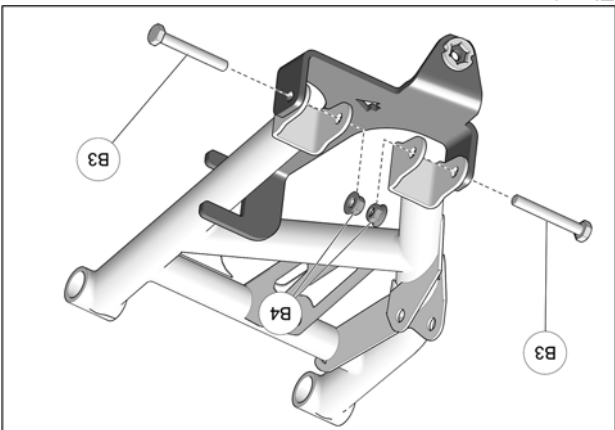

Fig. 6
7. Insérer les nouveaux boulons M10x75mm (B3) à travers l'ancrage, le bras de suspension et le moyeu de roue. Fixer les boulons avec les écrous M10 (B4) fournis. Serrer les écrous à un couple de 50 N•m [37 lb•ft]. Voir la Fig. 6